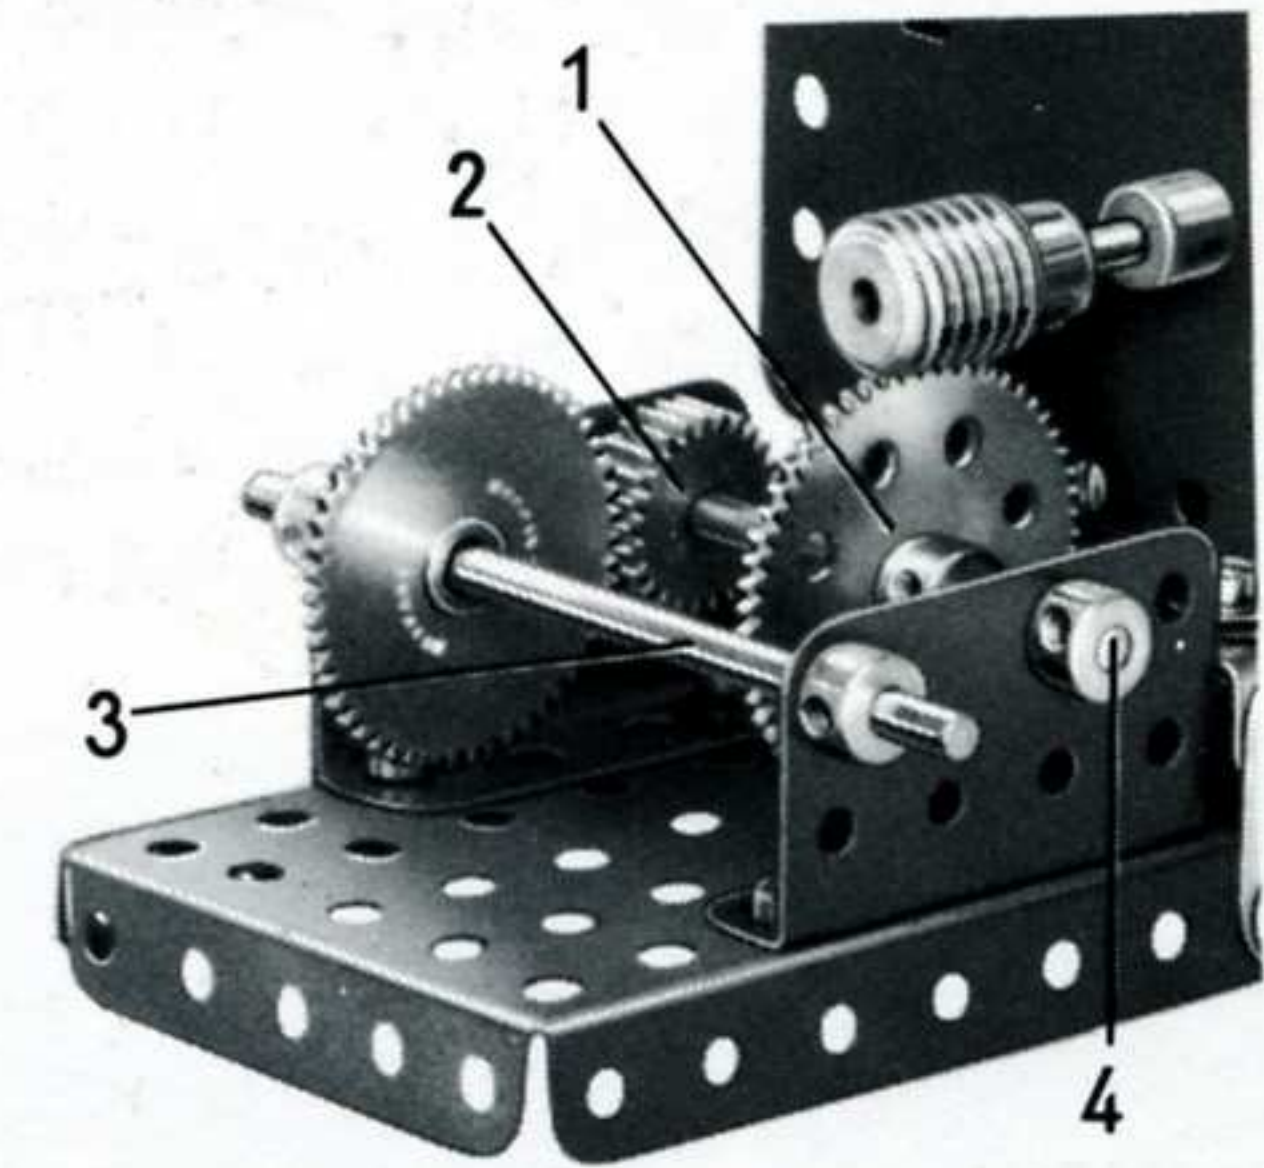

Fig. 8
La figure 8 fournit un bon exemple d'un train de démultiplication à deux étages. Ce train utilise quatre engrenages : une vis sans fin, une roue de 57 dents, un pignon de 25 dents et une roue de 50 dents. La vis sans fin est fixée sur l'arbre du moteur et engrène avec la roue de 57 dents (1) montée sur l'arbre (4). Ces deux engrenages constituent le premier étage de la démultiplication dont le rapport est  $57 : 1$ . Le second étage est constitué par un pignon de 25 dents (2), également fixé sur l'arbre (4), qui engrène avec une roue de 50 dents montée sur l'arbre (3). Ce nouveau rapport est de  $2 : 1$ . Le rapport total du train s'obtient alors en multipliant les deux rapports ensemble, c'est-à-dire  $57 : 1 \times 2 : 1$ , soit  $114 : 1$ .
## B.2 - Démultiplication pour moteur électrique (Fig. 8)
Le train d'engrenages représenté sur la figure 8 donne une démultiplication de  $114 : 1$ . Une vis sans fin fixée sur l'arbre d'entraînement du moteur engrène avec une roue de 57 dents (1) bloquée sur une tringle de 9 cm. La tringle passe dans des équerres-cornières boulonnées à la base et elle porte également un pignon de 25 dents (2). Ce pignon engrène avec une roue de 50 dents fixée sur une tringle (3) qui passe également dans les équerres-cornières.